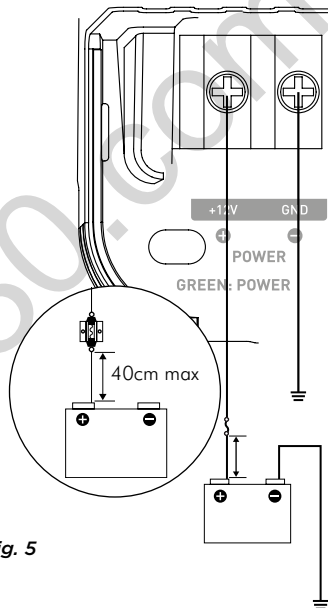

fig. 5
- 9 - Toujours protéger la batterie et le circuit électrique de dommages potentiels à l'aide de fusibles. Installer un porte-fusible et un fusible appropriés sur le câble d'alimentation 12 V positif (+) à moins de 40 cm de la borne de la batterie. Idéalement, cette distance doit être la plus courte possible (*fig.5*).
Préparer le câble d'alimentation positif (+) pour le relier à l'amplificateur en utilisant une fourche appropriée puis bloquer le câble en vissant fermement. (fig. 5)